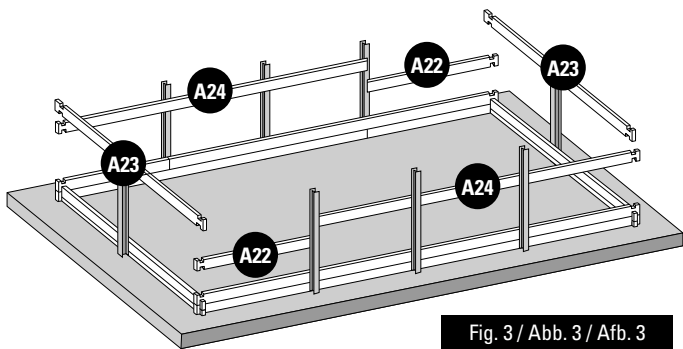

Fig. 3 / Abb. 3 / Afb. 3
- EN 3rd LAYER OF BOARDS:** Install the third layer of boards as shown in figure 3. The position of the refilling fitting with the key and the skimmer should be defined at the start of the assembly (read the specific paragraphs).
- FR 3ÈME RANGÉE MADRIERS :** Positionnez les madriers de la 3ème rangée conformément à la figure 3. Vous devez avoir déterminé l'emplacement de la buse de refoulement et du skimmer dès le début du montage (voir paragraphes spécifiques).
- DE 3. BRETTREIHE:** Platzieren Sie die Bretter der dritten Reihe laut Abb. 3. Zu Beginn der Montage müssen Sie die Lage des Druckventils und des Skimmers festlegen (lesen Sie hierzu die entsprechenden Abschnitte).
- NL 3ª RIJ PLANKEN:** Plaats de planken van de derde rij zoals te zien is op afbeelding 3. U moet al bij aanvang van de montage bepalen op welke plaats het uitstroommondstuk en de skimmer moet komen (less de betreffende paragrafen).